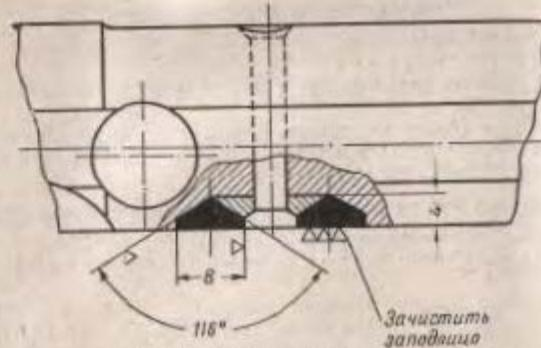

Рис. 143. Принцип рукоятки затвора
(II) Если качку рукоятки затвора подтяжкой заклепки устранить невозможно, то рассверлить рукоятку, заварить электродуговой сваркой электродом Э42-3 и обработать (рис. 143).